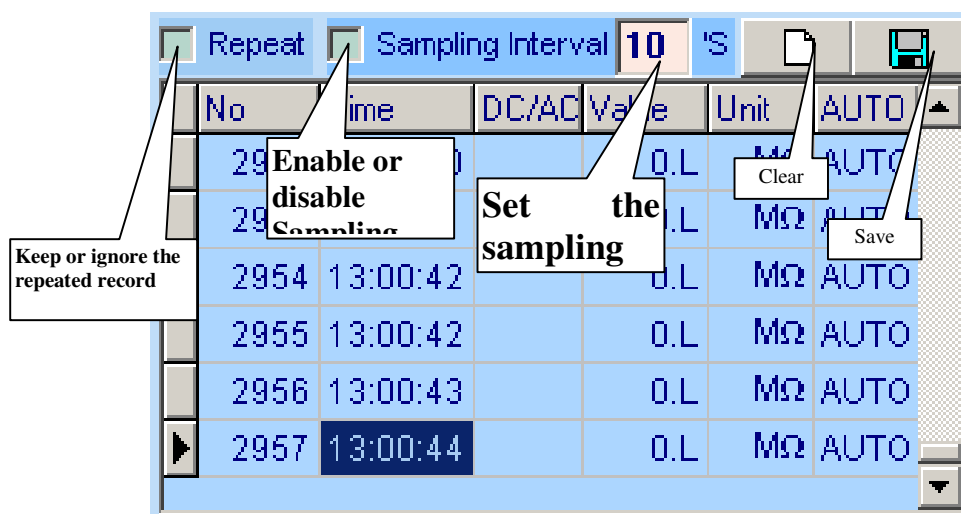

Рис.4
**Е. Действия по регистрации данных (рис.4)**